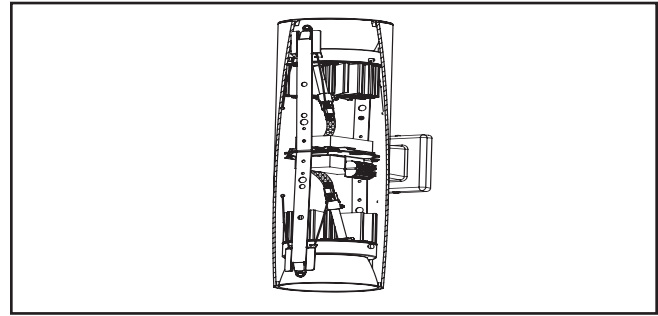

Figure 8.
6. Installez le moteur lumineux à DEL et l'assemblage de la garniture en insérant les ressorts de torsion dans les récepteurs en spirale qui se trouvent à l'intérieur du boîtier (Figure 8.).